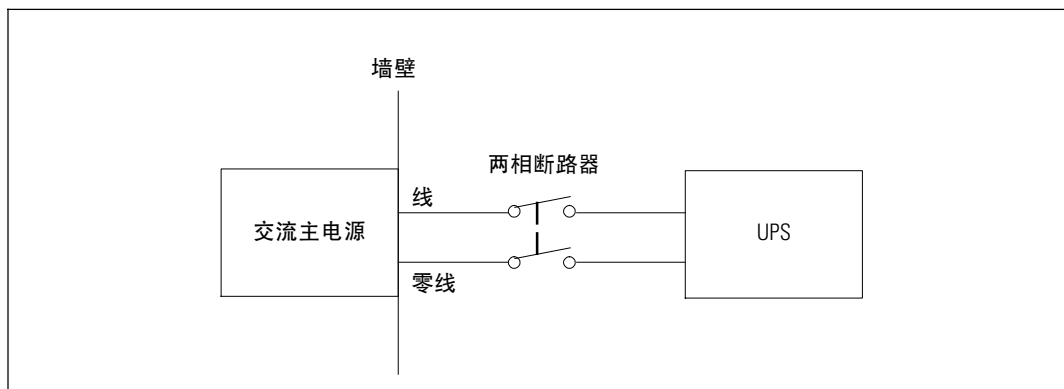

图 17. 电路断路器图
- 保护设备要求在 UPS 输出和载荷之间有两相断开设备（参见图 17）